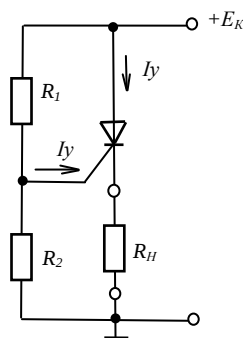

Рис.1
29. При якій напрузі включиться тринистор, якщо в схемі рис. 1: $E_K=44V$; $I_Y=0,1$ мА; характеристика навантаження зображена на рис.2 ($R_H=22$ кОм) ?
30. Якої величини буде струм I_K , якщо в схемі рис. 1 $E_K=160$ В; $I_{\theta}=0,5$ мА; характеристика навантаження зображена на рис.2 ($R_K=2$ кОм) ?